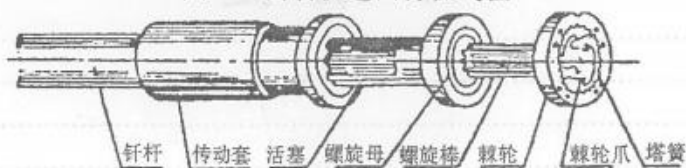

图 3
3、活塞冲击钎杆与旋转运动 如图 3，当活塞冲击钎杆时（向左），螺旋母带动螺旋棒逆时针旋转，此时棘轮爪在棘轮齿面滑动，所以活塞只作直线运动；当活塞回程时（向右），棘轮爪在塔型弹簧作用下，被棘轮齿面顶住，使螺旋棒不能反向旋转，活塞上的螺旋母便沿螺旋棒上的螺旋槽作逆时针旋转，因而活塞带动转动套、钎套、钎杆回转一角度，从而完成转钎运动。